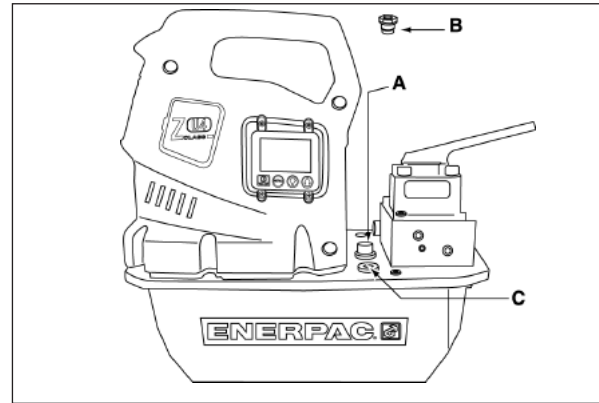
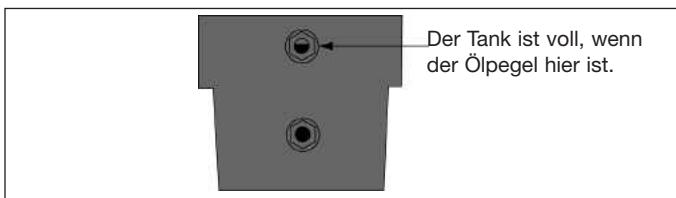

Abb. 2, ZU4 Einbau des Entlüfters
Abb. 4
4.1 Behälter-Entlüfterkappe (siehe Abb. 2)
Überprüfen Sie den Ölpegel der Pumpe vor dem Start. Geben Sie nötigenfalls Öl hinzu, indem Sie den Verschlussstopfen SAE Nr. 10 von der Abdeckplatte entfernen (siehe Abb. 2). Der Behälter ist voll, wenn der Ölpegel im Sichtglas bis nach oben geht. (Abb. 4).